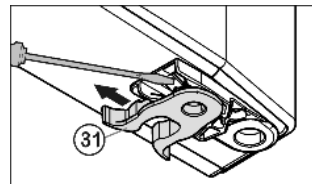

Fig. 7
- ▶ Veerklem *Fig. 7 (31)* verplaatsen: Sluithok omlaag drukken, veerklem eroverheen eraf trekken.